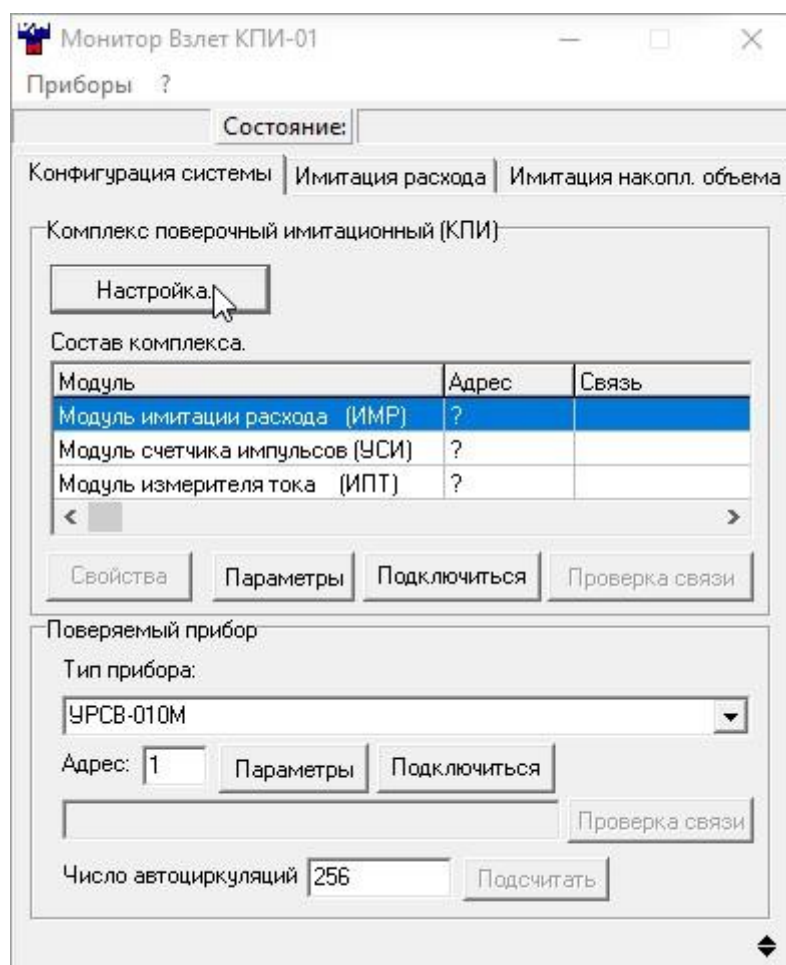
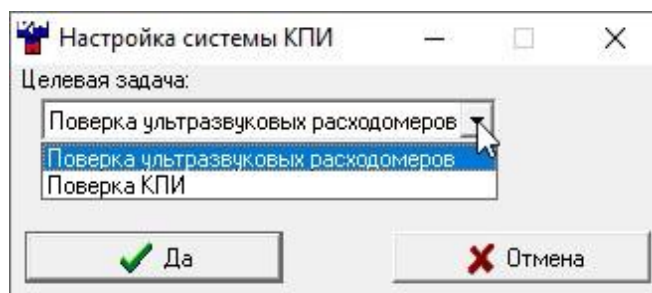
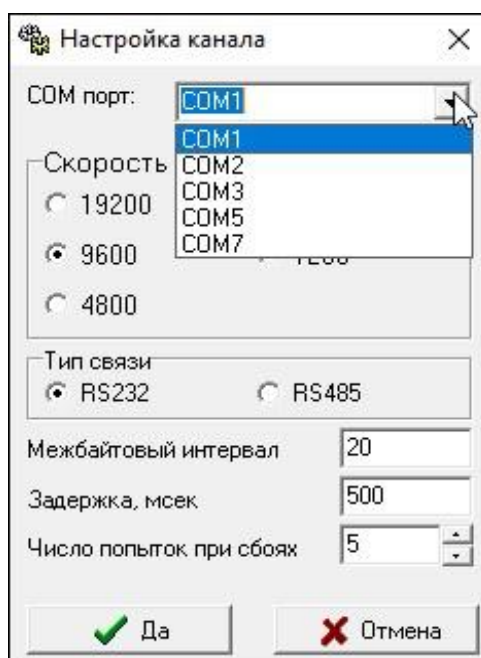

Рис.2. Вид основного окна программы.
Рис.3. Вид окна «Настройка системы КПИ».
Рис.4. Вид окна «Настройка канала».
2.4.1.1. После включения питания КПИ на ПК запускаются программы «ВЗЛЕТ СЕРВЕР СВЯЗИ» и «Монитор Взлет КПИ-01». Вид основного окна программы **Монитор Взлет КПИ-01** (рис.2) зависит от целевой задачи, выбранной пользователем.
2.4.1.2. Для выбора целевой задачи, необходимо нажать кнопку **Настройка** в области **Комплекс поверочный имитационный (КПИ)** (рис.2). В появившемся окне **Настройка системы КПИ** (рис.3) выбрать наименование целевой задачи из предлагаемого списка.
2.4.1.3. Параметры связи ПК с КПИ задаются в окне **Настройка канала** (рис.4), раскрывающегося после нажатия кнопки **Параметры**, расположенной в области **Комплекс поверочный имитационный (КПИ)**.
2.4.1.6. Параметры связи поверяемого прибора, в случае его подключения к КПИ или ПК по RS-интерфейсу, задаются в окне **Настройка канала** (рис.4). Окно раскрывается после нажатия кнопки **Параметры**, расположенной в области **Поверяемый прибор** (рис.2).
В процессе эксплуатации комплекса контролируется наличие связи с модулями по интерфейсу RS-485. Отсутствие связи индицируется в графе **Связь** таблицы **Состав комплекса** основного окна программы (рис.2). В случае отсутствия связи проверить соответствие скоростей обмена ПК и модулей. При необходимости обратиться в сервисный центр (региональное представительство) или к изготовителю изделия для определения возможности его дальнейшей эксплуатации.